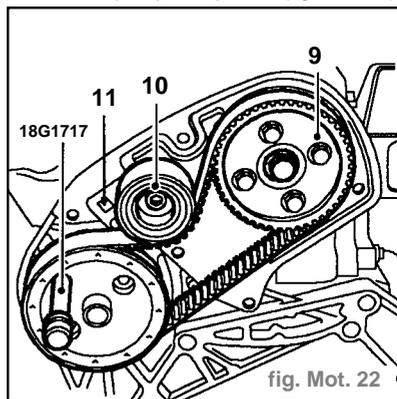

fig. Mot. 22
boulons (9) du moyeu du pignon de courroie de la pompe d'injection (fig. Mot. 22).